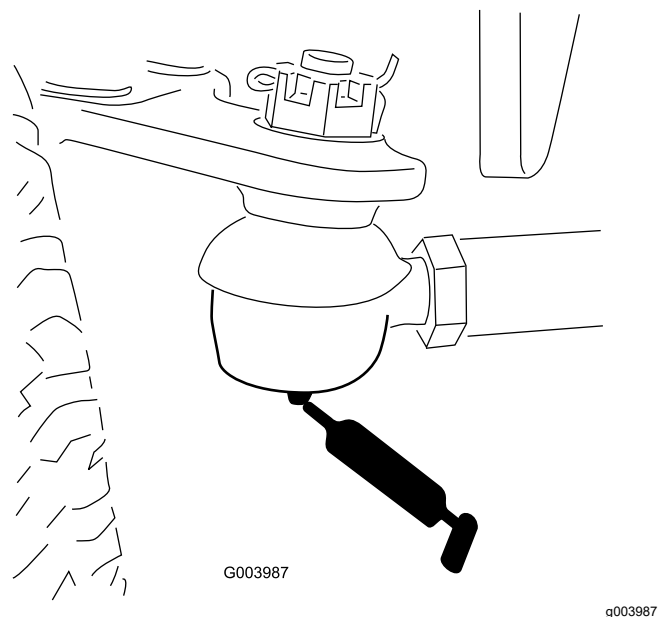

Figura 110
- Tirante del eje trasero (2) (Figura 110)